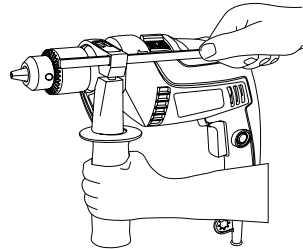

FIGURA 5
8.3 Ajustando a profundidade de perfuração (FIGURA 5)